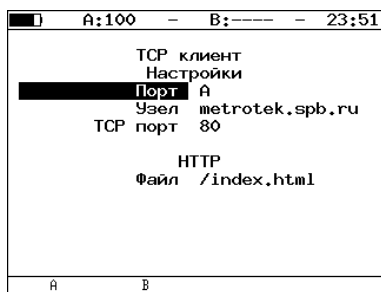

Рис. 7.77. Настройки теста «TCP-клиент»
1. В окне настроек теста в поле «Файл» (см. рис. 7.77) указать имя запрашиваемого файла.